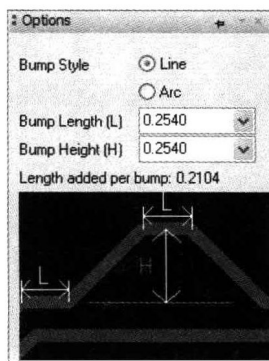
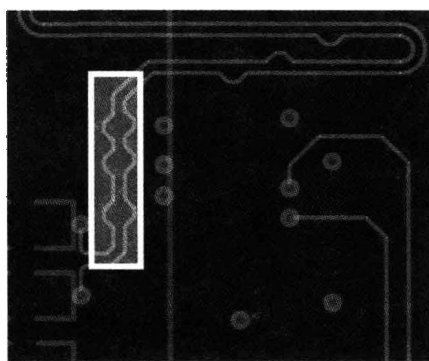

图 1-4-5 “Options” 选项卡
图 1-4-6 相位调整效果
1) **差分线相位调整功能 (Differential Phase Tuning)** 相位调整是另一种通过鼠标操作布线, 使布线发生变化, 从而控制线长的方法, 类似于延迟调整。但是, 相位调整仅适用于差分信号线。执行菜单命令 “Route” → “Phase Tune”, 命令激活后, 可以在 “Options” 选项卡中设置参数, 操作时只需用鼠标单击差分线的某段即可。参数设置及差分线相位调整后的结果如图 1-4-5 和图 1-4-6 所示。